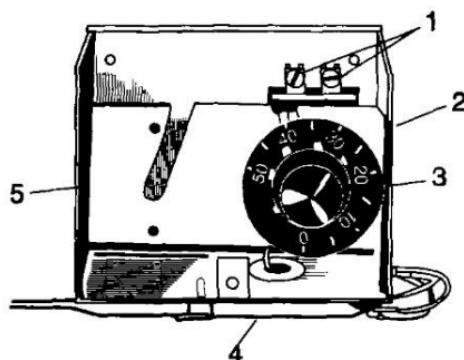

Рис. 29. Реле температуры наружного
8.4. В теплонасосных установках применяют реле температуры наружного воздуха (рис. 29) с термобаллоном. Реле монтируют на щите компрессорно-конденсаторного агрегата или устанавливают под выступом крыши здания. В последнем случае необходимо защитить прибор от ветра, дождя и солнечного облучения.